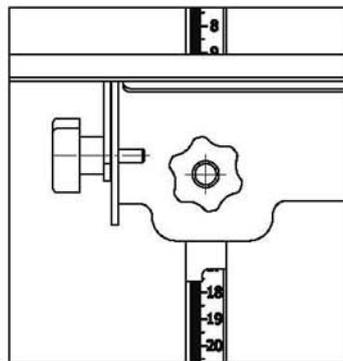

Рисунок 7.
- установить линейку на необходимую ширину распила, используя мерные шкалы на пильном столе (рис. 7).